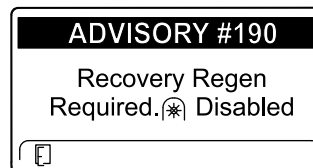

Рисунок 59
- Требуется восстановительная регенерация — механизм отбора мощности выключен, ИНФОРМАЦИОННОЕ СООБЩЕНИЕ № 190 (Рисунок 59)